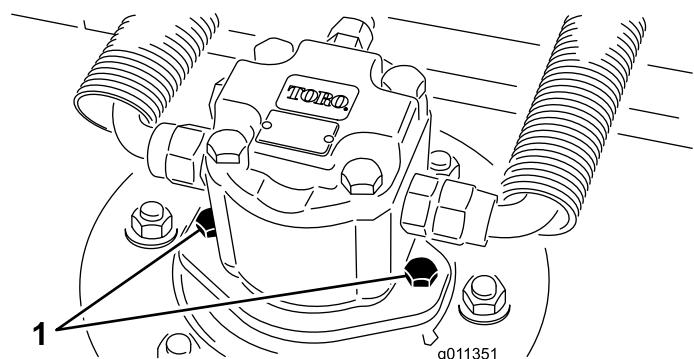

Bild 79
2. Schließen Sie den Hydraulikmotor vom Mähwerk ab und nehmen ihn ab (Bild 79). Decken Sie die Spindeloberseite ab, um einer Verunreinigung vorzubeugen.
3. Montieren Sie den Hydraulikmotor am Mähwerk (Bild 79). Stellen Sie sicher, dass sich der O-Ring unbeschädigt in seiner Position befindet.